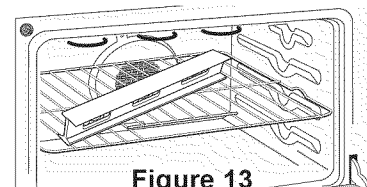

Figure 13
3. Vérifiez si l'appareil est à niveau en installant une grille au centre du four et en plaçant un niveau à bulle sur cette dernière (Figure 13).
2. Déposez un niveau à bulle sur la grille (Figure 13). Prenez 2 lectures en plaçant le niveau en diagonale dans une direction, puis dans l'autre direction. Si nécessaire, ajustez les vis de nivellement ou le dispositif de nivellement (Figure 26).